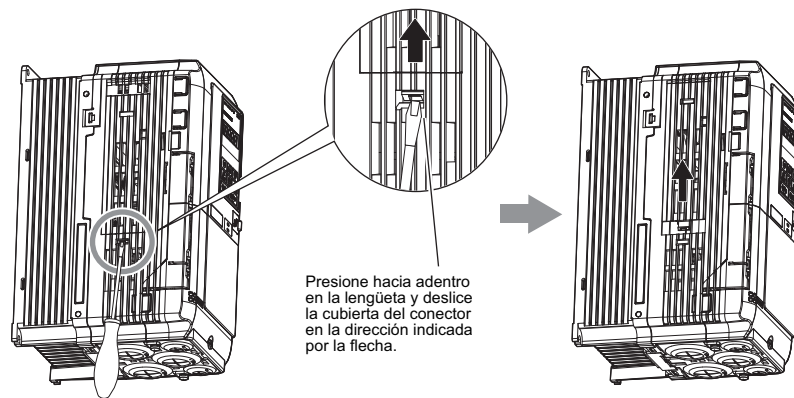

Figura 4.29 Retirar la cubierta del conector
1. Inserte la punta de un destornillador en la abertura en el borde de la cubierta del conector CN19. Deslice la tapa fuera del variador como se indica en la Figura 4.29.